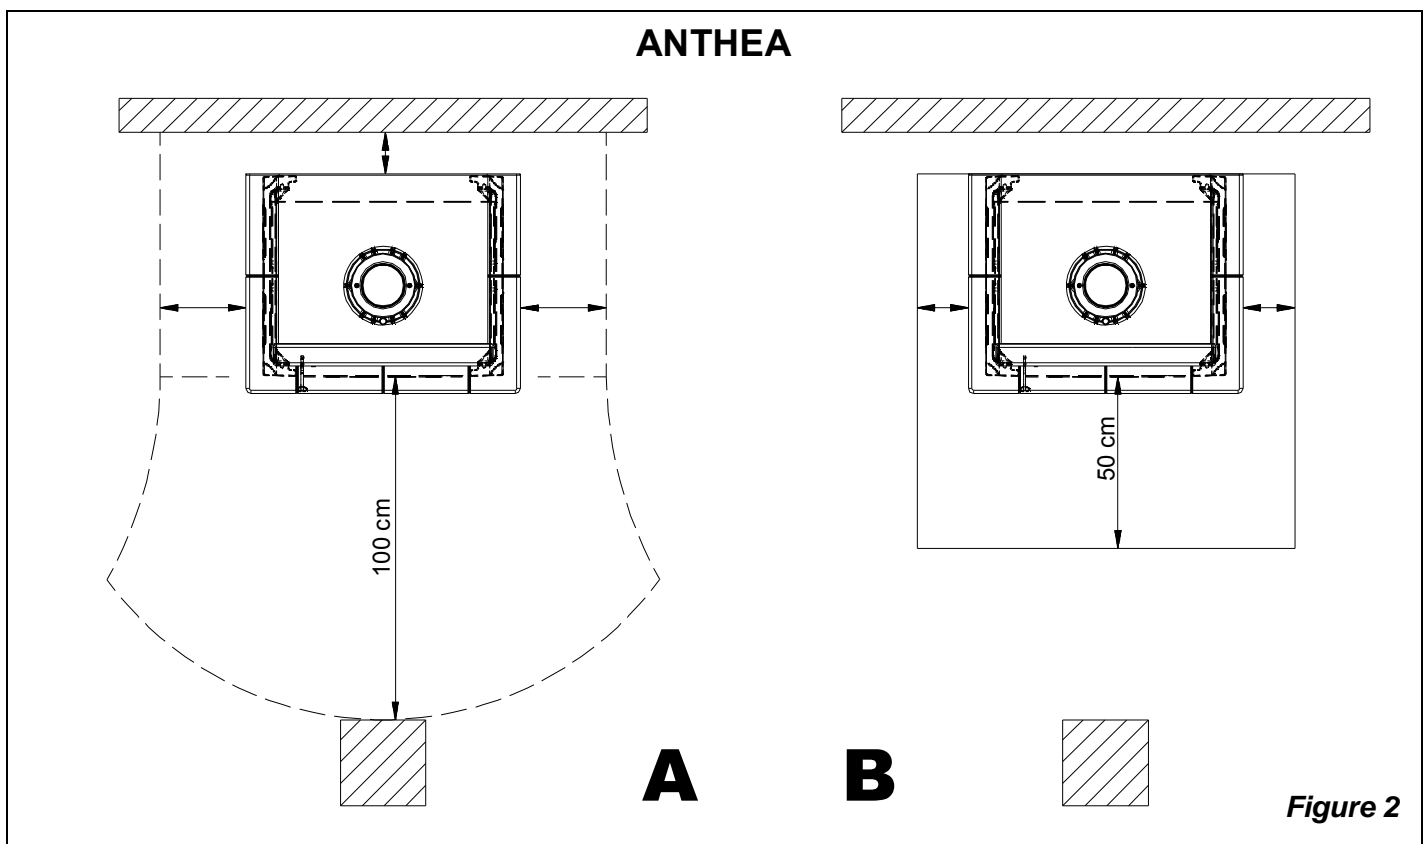

Figure 2
- pour assurer une isolation thermique suffisante, respecter la distance minimale de sécurité entre le poêle et les éléments de construction et objets inflammables et sensibles à la chaleur (meubles, revêtements en bois, tissus, etc.) (voir Figure 2 - Figure 3 A). **Toutes les distances minimales de sécurité sont indiquées dans l'étiquette du produit et on il NE FAUT PAS descendre au-dessous des valeurs indiqués.**
- si le produit est installée sur un sol de matériau inflammable, prévoir une base ignifuge. **Les sols composés par matériaux inflammables**, comme moquette, parquet ou liège etc., **doivent être remplacés** pas une couche de matériel pas inflammable, par exemple céramique, pierre, vitre ou acier etc.. (dimensions selon les dispositions régionales). Le fond doit dépasser frontalement d'au moins **50cm** et latéralement d'au moins **30cm** au-delà de l'ouverture de la porte de charge, (voir Figure 2 - Figure 3 B).